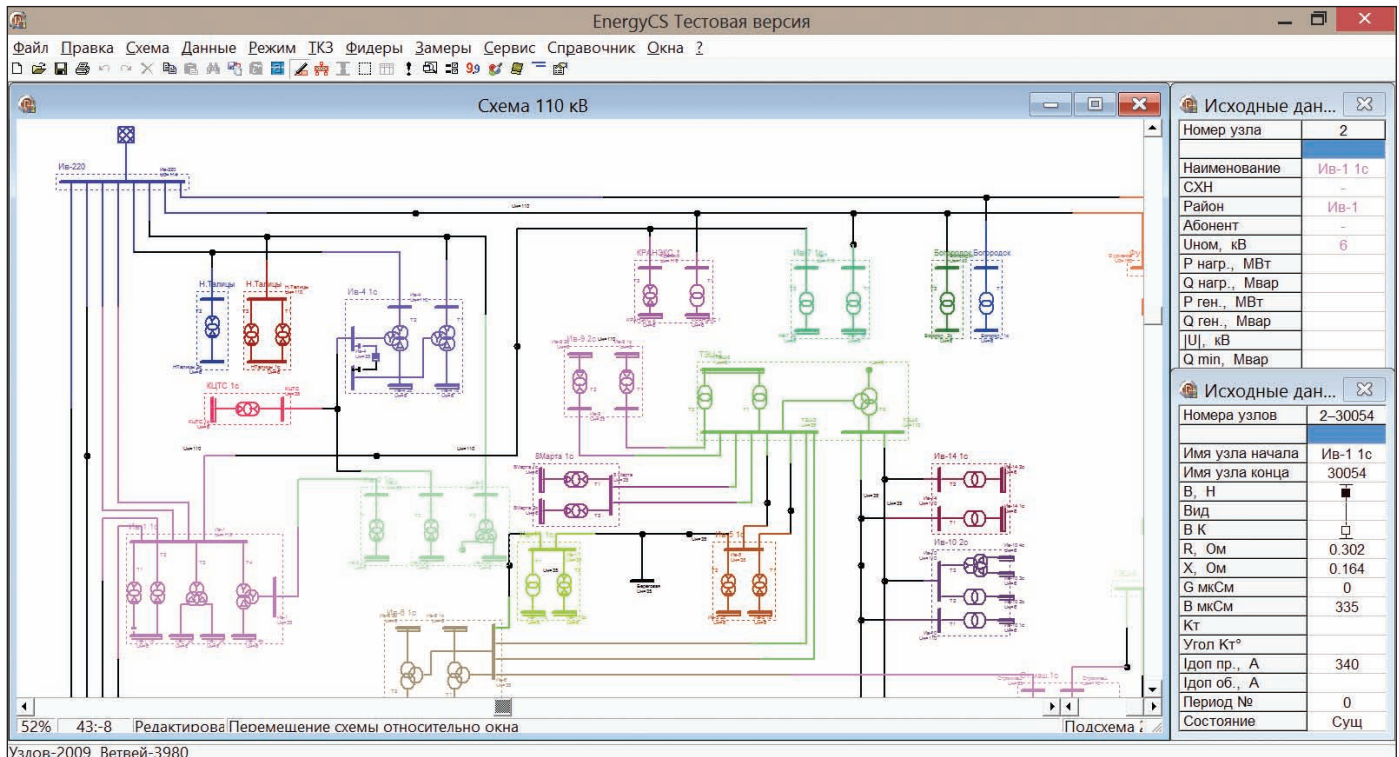

Рис. 8. Расцветка схемы по подстанциям и формальное выделение подстанций на схеме рамками с надписями
10. Совокупность станционного оборудования, отраженного в модели, соответствует подстанции или электростанции. Обычно необходимо ввести общее обозначение для подстанции. Добавлена новая сущность – "Подстанция". Она имеет два основных параметра: наименование и обозначение. По этим параметрам можно группировать результаты расчетов и отображать наименование и обозначение подстанции на схеме, а при необходимости очертить рамками оборудование каждой подстанции (рис. 8). Группировка объектов по подстанциям может осуществляться автоматически по специальной команде. При этом автоматически формируется список подстанций. Следует сказать, что подстанция – это устройство, отображаемое на карте, и в данных о подстанциях предусматривается внешний ID, связывающий изображение на схеме с данными ГИС и другими моделями, отображающими иные аспекты подстанции, например, компоновку РУ и ее детальную схему (рис. 9).